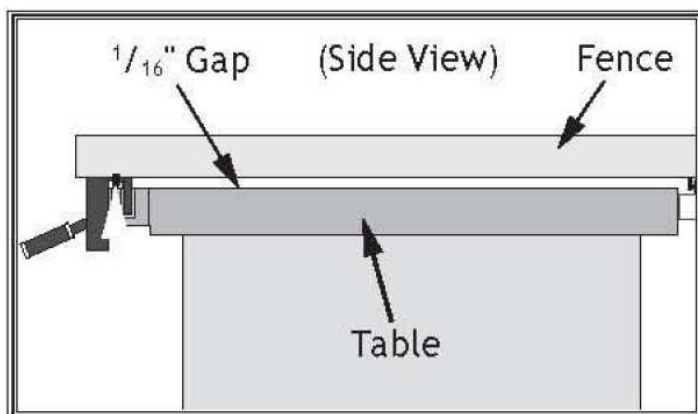

Рисунок 115. Пример регулировки зазора между параллельным упором и столом примерно  $1/16''$  спереди назад.
- Если зазор одинаковый от передней части стола до задней (см. рисунок 115), то никаких дополнительных регулировок не требуется. Перейдите к зажиму ручки параллельного упора.